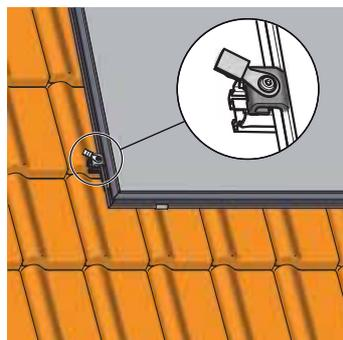

Figura 3-21 Inserire la piastrina di bloccaggio singola con il dispositivo di compensazione del potenziale e avvitare saldamente
- Inserire la piastrina di bloccaggio singola con dispositivo di compensazione del potenziale nella posizione del collegamento di ritorno nel profilo di montaggio e avvitare saldamente con la chiave a esagono cavo (Figura 3-21).